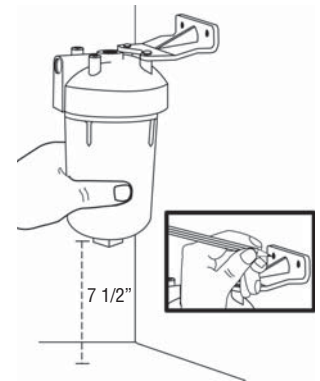

Figura 1
1. Ponga el filtro sujetándolo en contra del costado de la pared del mueble debajo del fregadero. Deje por lo menos un espacio de 7 pulgadas y medio debajo del filtro para instalar el cartucho. Determine un lugar deseable para la instalación del filtro y conexión de entrada. Sujete el soporte de montaje a los accesorios de montaje del cabezal del filtro con los tornillos auto perforantes. (Figura 1)